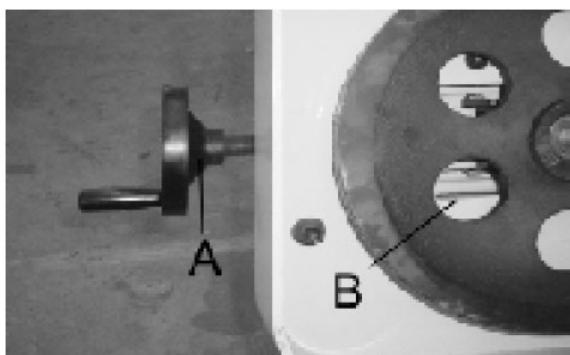

Рис. 8
Для натяжения режущего полотна следует приподнять кожух левого шкива и повернуть маховик натяжения режущего полотна (A) по часовой стрелке (рис. 8). Указатель и шкала натяжения (B) расположены под шкивом. Шкала градуирована на 20000, 30000 и 35000 фунтов на квадратный дюйм (psi) (натяжение режущего полотна). Режущее полотно из углеродного сплава (входит в комплект поставки) следует натянуть до 20000 psi. Режущее полотно, изготовленное из двух металлов, должно быть натянуто до 30000 psi. В конце каждой смены следует всегда ослаблять натяжение режущего полотна с целью продления срока его службы.